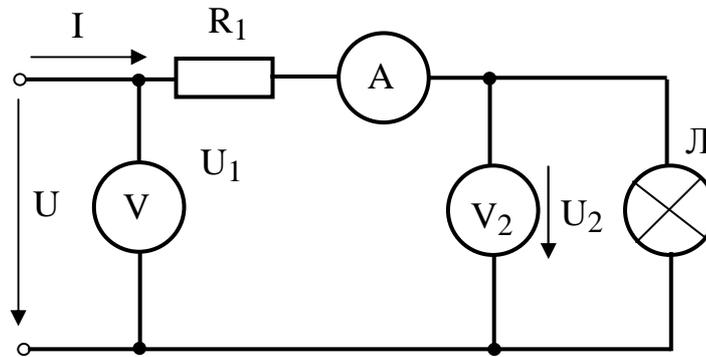

Рис. 8.3
Собрать электрическую цепь по схеме, показанной на рис. 8.3 и предъявить для проверки преподавателю. Изменяя напряжение источника от 0 до  $U = U_{\max}$ , через каждые 2 В выполнить измерения тока и напряжений. Рассчитать напряжение  $U_1 = R_1 I$ . Результаты измерений и расчетов записать в табл. 8.2.
2. Возможно ли применение законов Кирхгофа для анализа нелинейных цепей постоянного тока? Ответ построить на основе анализа ВАХ, построенных по данным исследований схемы, изображенной на рис. 8.3 и 8.4.